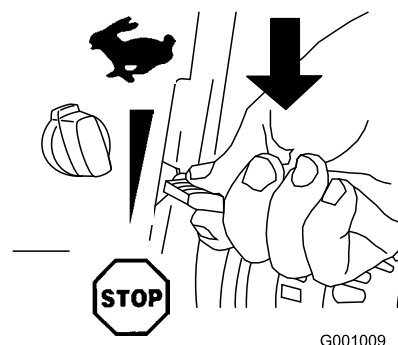

Figure 30
1. Réglez la manette d'accélérateur à la position d'arrêt (Figure 30).